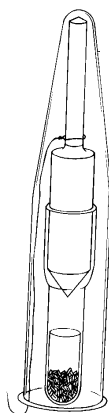

Figure 2. Montage pour séparer le solide cristallisé
- d. Attachez un fil de cuivre à la partie interne du tube afin de le maintenir en place sur la partie externe lorsque vous inverserez le tout dans un tube à centrifuger (figure 2).